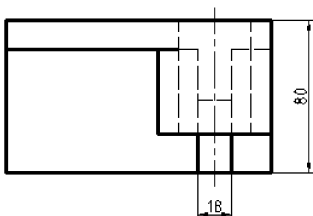

图 9-39 俯视图中的尺寸
(1) 单击“注释”选项卡“标注”面板中的“线性”按钮，分别标注俯视图中的水平及竖直线性尺寸，如图 9-39 所示。